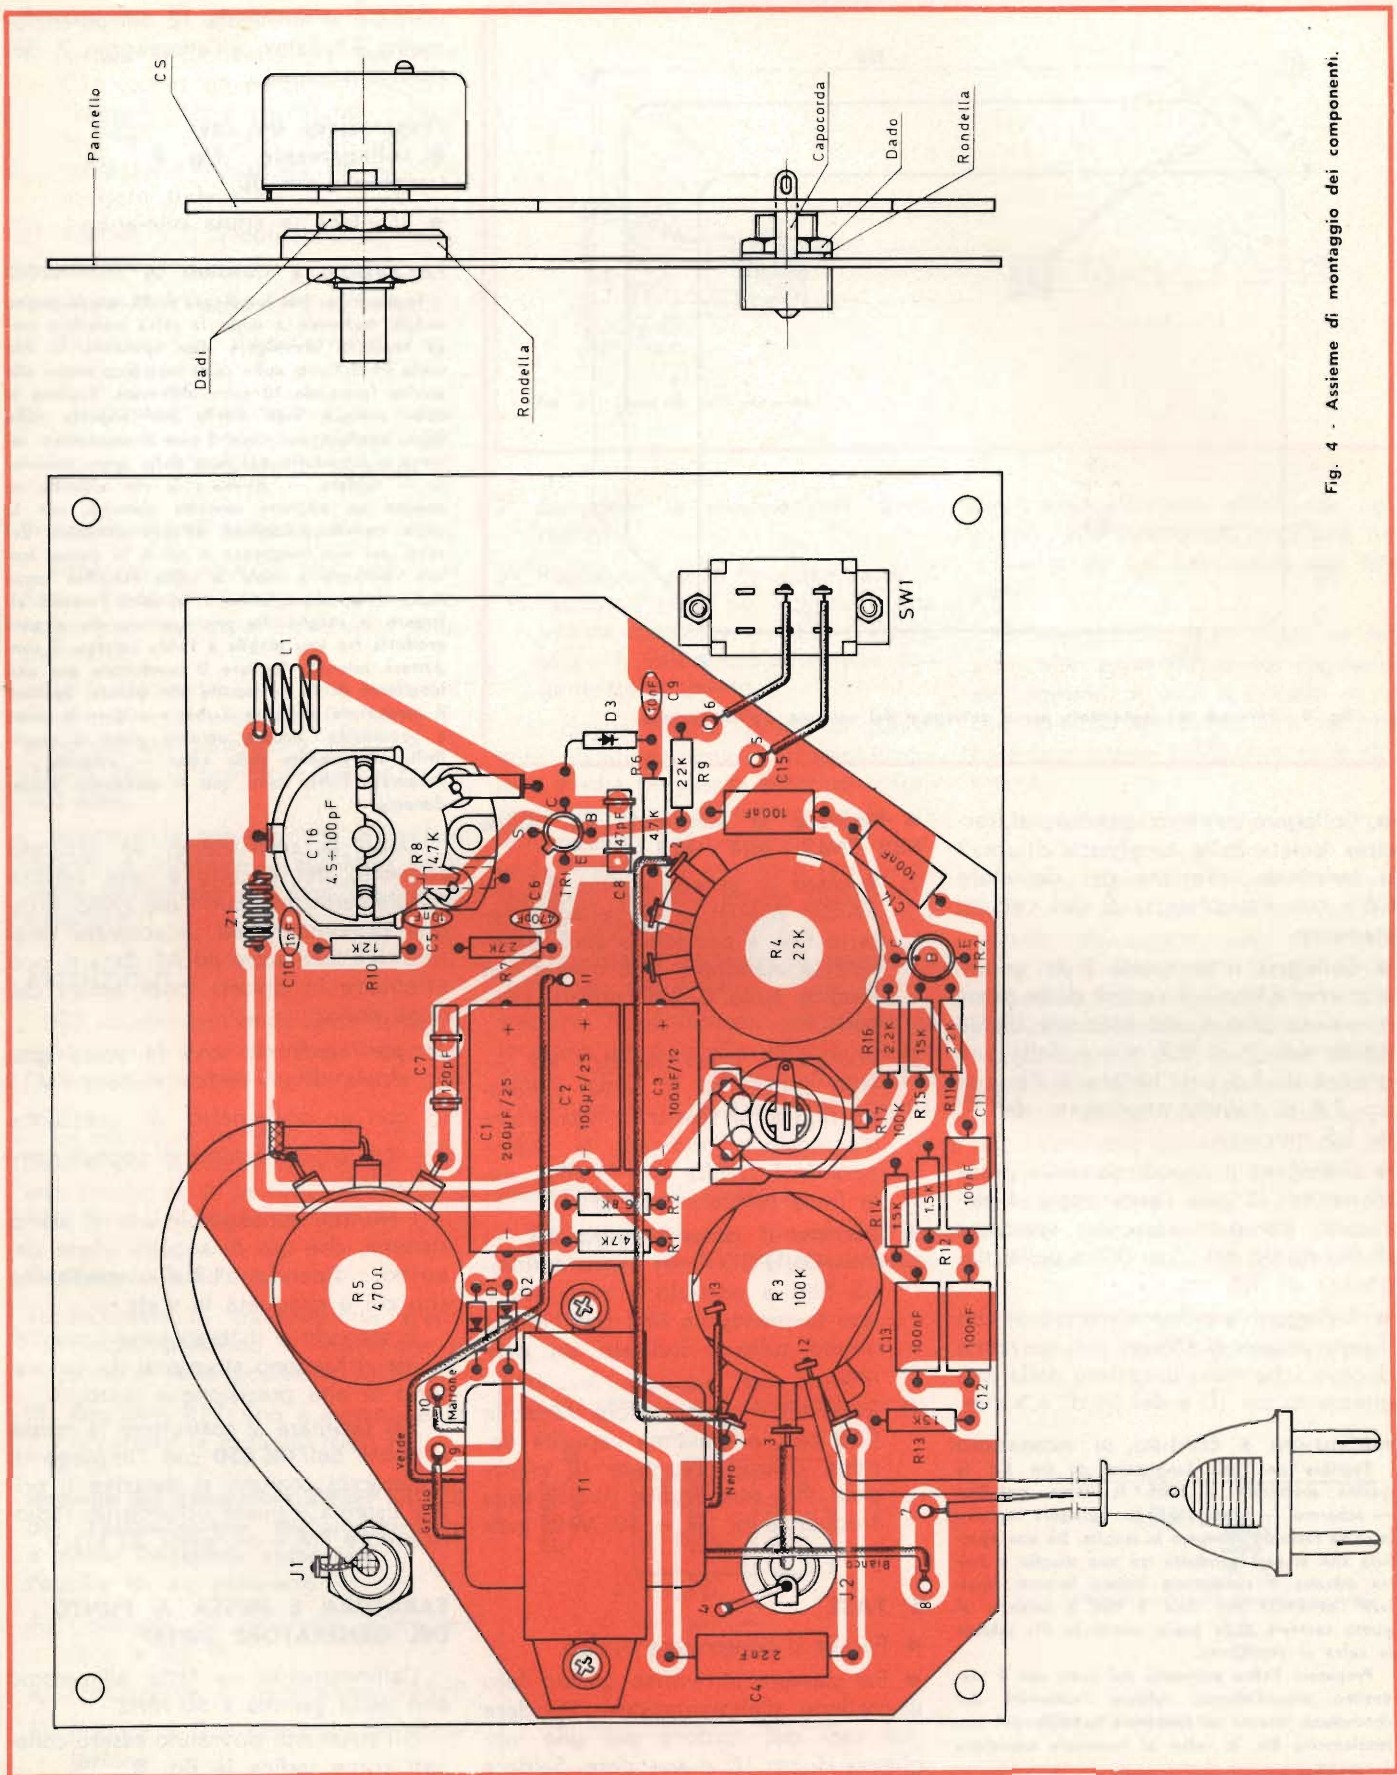

Fig. 4 - Asieme di montaggio dei componenti.
- Montare il trasformatore d'alimentazione orientandolo secondo il disegno (fig. 4) e fissandolo con due viti del \varnothing di 3 x 6 mm, rondelle e dadi.
2° FASE - Cablaggio - Fig. 4
3ª FASE - Pannello frontale Montaggio delle parti staccate - fig. 4.
- 1) Portare il condensatore variabile C16 con le lamine del rotore tutto aperto — capacità minima — fig 4 facendo coincidere l'indice di sintonia sulla frequenza di 50 MHz indicato sulla scala